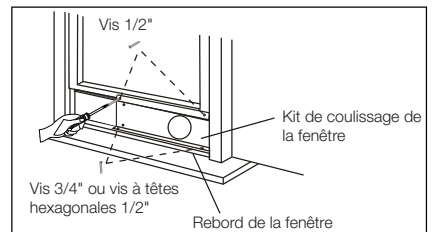

Fig. 15
3. Fermez complètement la guillotine de la fenêtre contre le kit de coulisage. (Fig. 15)
4. Fixez deux vis 1/2" pour maintenir le kit de coulisage à la guillotine de la fenêtre. (Fig. 15)
5. Fixez le kit de coulisage de la fenêtre au rebord (Fig. 15) :